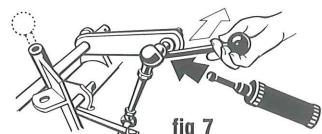

fig 7
**3.4** Kuleldene på reguleringsarmene skal av og til løsnes ved hjelp av spakforlengeren (se fig 7) rengjøres og smøres med fett.